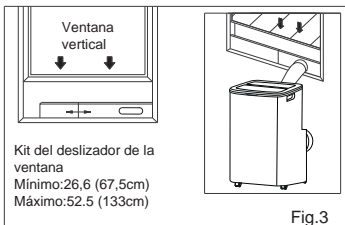

Fig.3
3. Poner el conector A en el kit y el sello del deslizador de la ventana. (Fig.3&4)